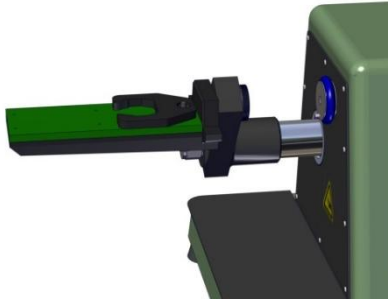

Abb. 5.8.1
2. Den Gewindeanschluss am Zubehörsocket auf die bewegliche Klemmhalterung am Gerät schieben (Abb. 7.3, Pos. 12). Rändelschraube wieder aufsetzen und handfest anziehen, um so Zubehörsocket mit beweglicher Klemmbacke zu verbinden (Abb. 5.8.1).